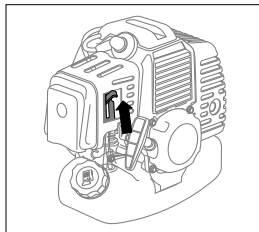

рис. 10
4. Переведите рычаг воздушной заслонки в верхнее положение - | «Закрыто» (рис. 10).
7. Переведите рычаг воздушной заслонки (рис. 10) в среднее положение.